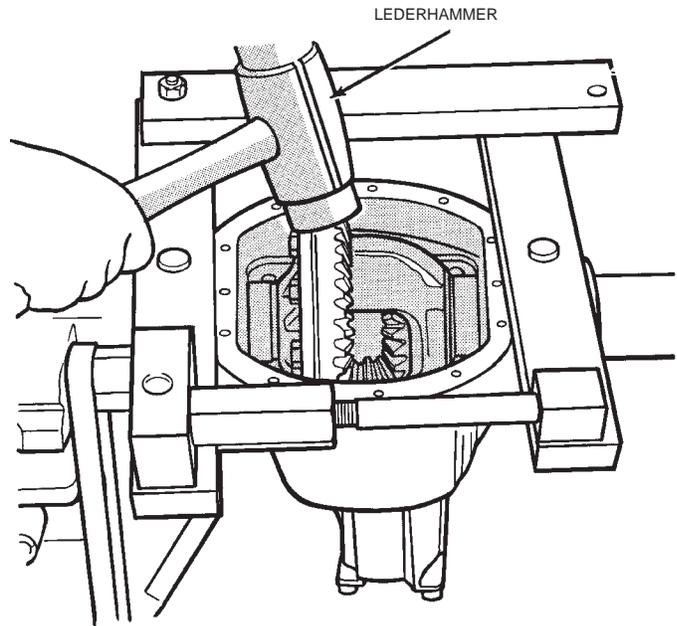
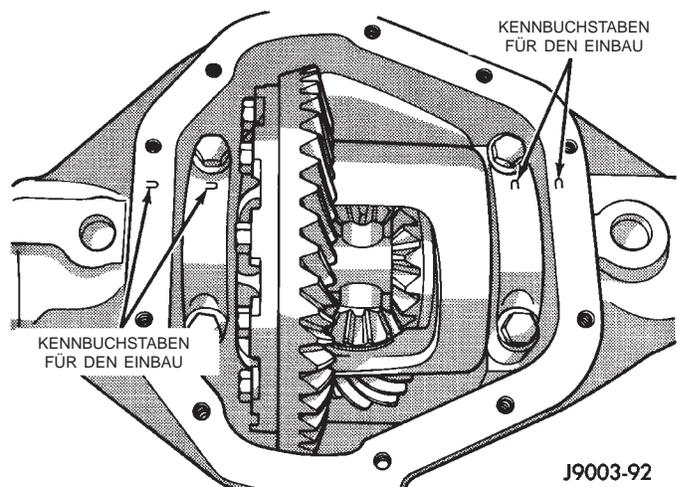

Abb. 21 Differential einbauen
Abb. 22 Kennzeichnung der Lagerdeckel
- (4) Meßuhr abbauen.
- (5) Ausgleichkorb in das Gehäuse einbauen.
- (6) Beim Einbau mit einem Leder- oder Gummihammer auf den Ausgleichkorb klopfen, damit sich die Lager vollständig setzen (Abb. 21).
- (7) Spreizwerkzeug abnehmen.
- (8) Die Lagerdeckel in ihren Originalpositionen wieder einbauen (Abb. 22). Die Schrauben mit einem Anzugsmoment von 109 N·m (80 ft. lbs.) festziehen.
- (9) Achswellen einbauen.